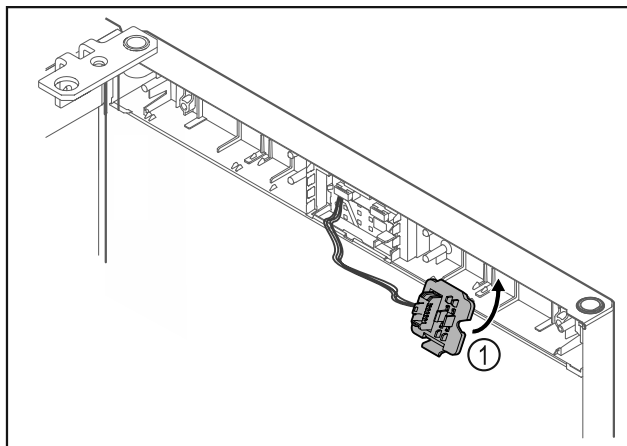

Fig. 23
- ▶ Pattintsa be a dugófoglalatot Fig. 23 (1) az ellenkező oldalon.